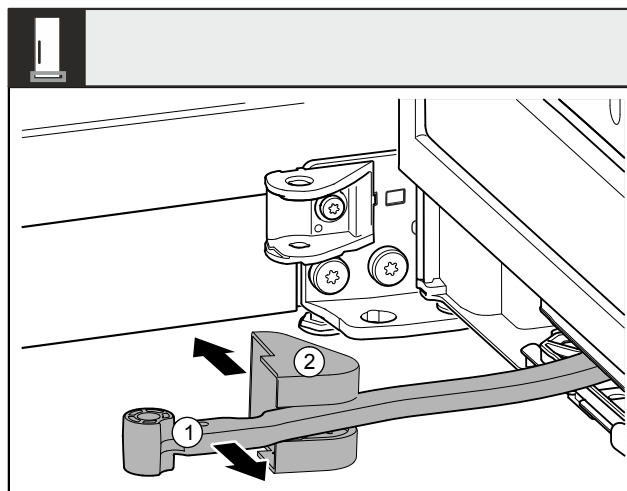

Fig. 11
- Okrenite zglob Fig. 11 (1) u smjeru vrata.
- Skinite pokrov podloška ležaja Fig. 11 (2).